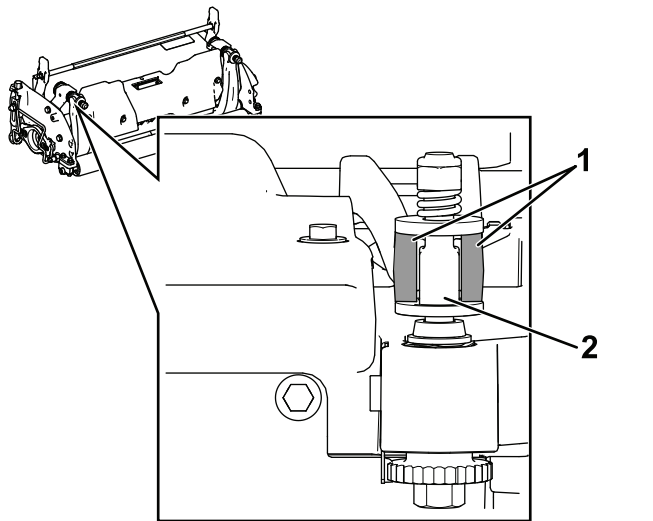

Figura 21
**Important:** Centrai uruburile de reglare DPA în urechile barei de cadru, aa cum se arată în Figura 21.